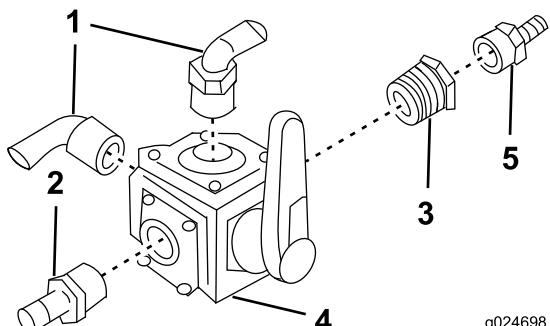

Figure 14
1. Assemblez la vanne à quatre voies (Figure 14).
**Remarque:** L'orientation des raccords cannelés est importante et doit correspondre à ce qui est indiqué à la Figure 14.